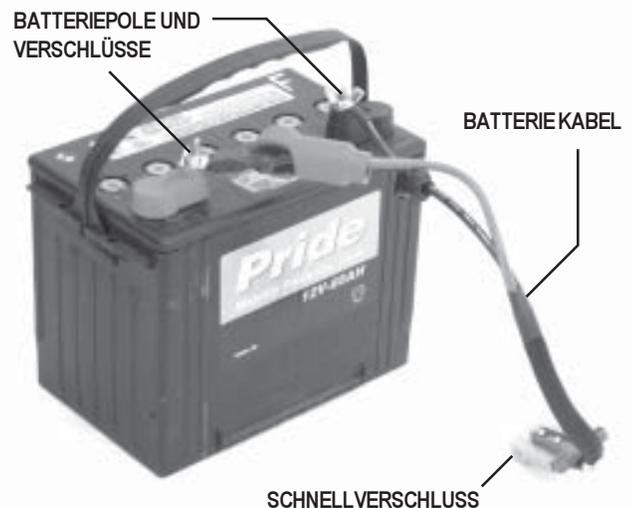

Abbildung 27. Batterie und Kabel
5. Finden Sie die Batterieschnellverschlüsse an dem Rahmen und entfernen beide. Siehe Abbildung 27.